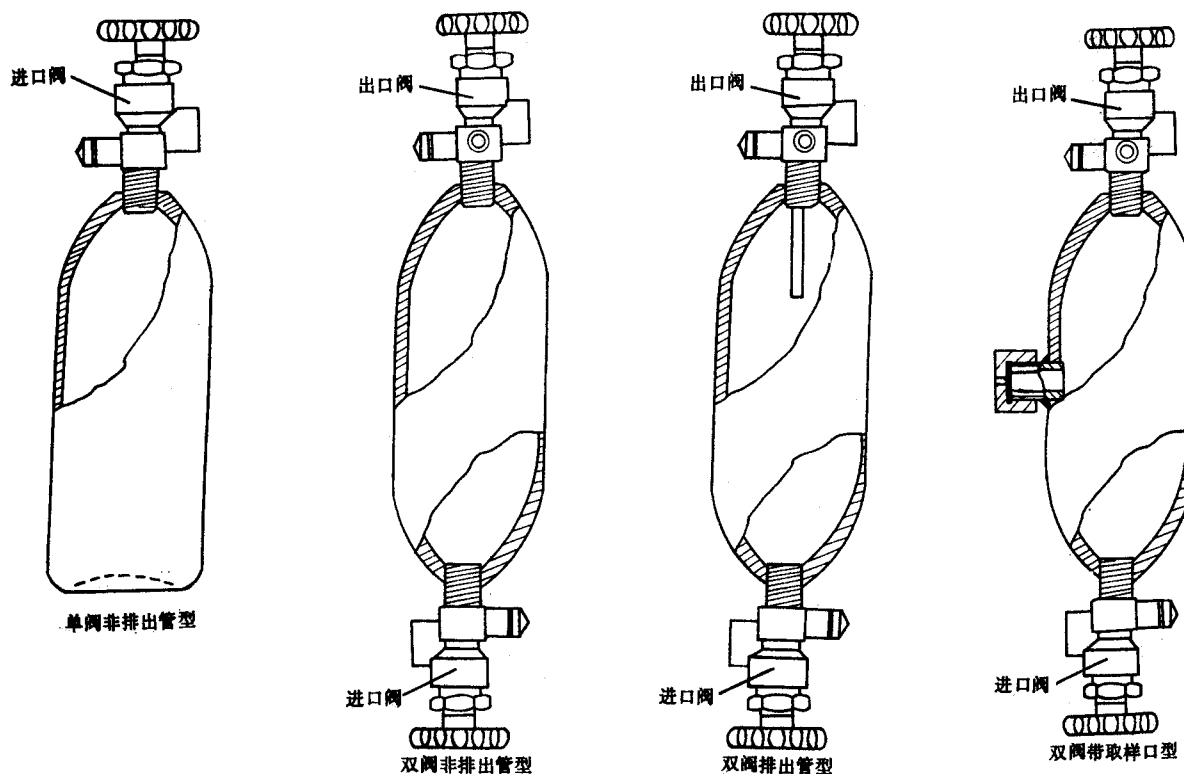

图 1 取样器
4.1.1 取样器应采用容积为 50~4000mL 的铝合金或不锈钢瓶，可制成单阀非排出管型、双阀非排出管型、双阀排出管型和双阀带取样口型，详见图 1。